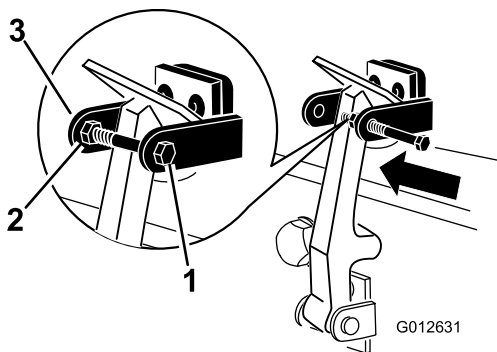

Figure 6
7. Vissez le boulon dans l'autre bras du support de loquet du capot pour bloquer le loquet en position (Figure 6). Serrez le boulon mais pas l'écrou.